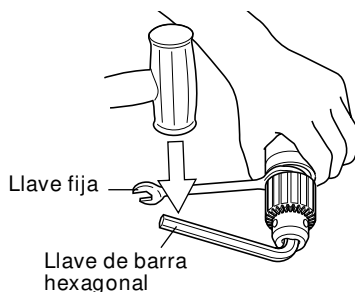

Fig. 12
- (4) Desmontaje del portabrocas de la unidad angular (Fig.12)